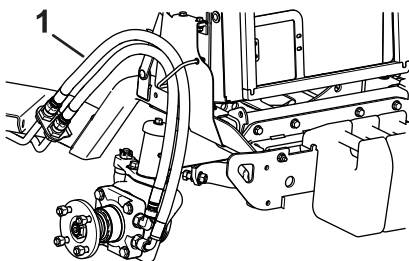

Figur 14
12. Løsn boltene på siden af køleren (Figur 14).
13. Skub det venstre kølerafskærmningsbeslag under bolthovederne på køleren og kofangerens beslag (Figur 14).